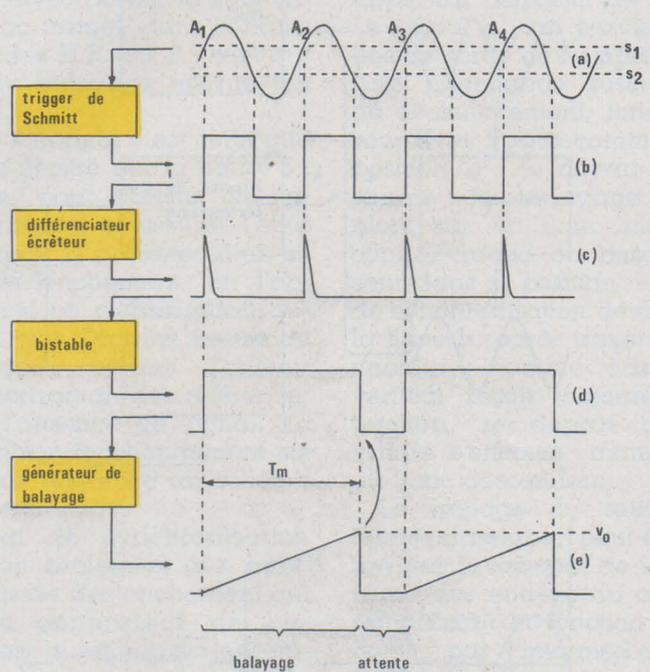
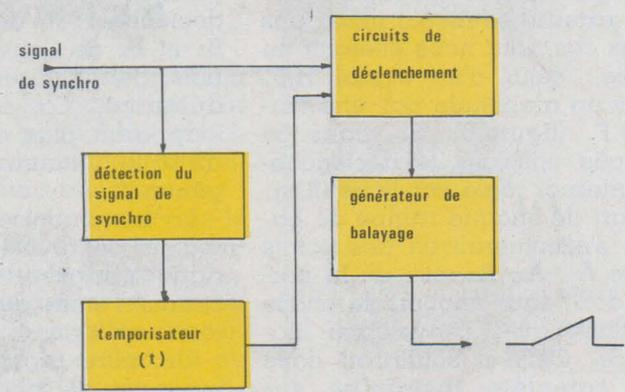

Figure 5
Figure 8
Les circuits successifs que met en œuvre une base de temps déclenchée, et les différentes étapes de traitement du signal, sont illustrés par le diagramme sur la figure 5.
Il apparaît finalement, à l'examen du diagramme de la figure 5, que :
— le départ de chaque dent de scie coïncide avec l'un des passages de la tension de déviation verticale à travers un seuil s_1 , positif dans notre exemple. Tous les balayages commencent en des points identiques ($A_1, A_3...$ dans la figure 5),
Le mode « normal » est celui que nous avons illustré par la figure 5 ; il nécessite, pour obtenir un balayage horizontal et assurer l'allumage du spot, la présence d'un signal de déclenchement, en l'absence duquel on n'observerait aucune trace sur l'écran. Le mode « automatique » permet d'obtenir un trait horizontal de référence, même en l'absence de signal. Le principe de son fonctionnement est expliqué par référence au schéma de la figure 8.
- le seuil, c'est-à-dire le niveau de la tension de synchronisation qui commande le basculement du trigger de Schmitt (revoir la figure 5).